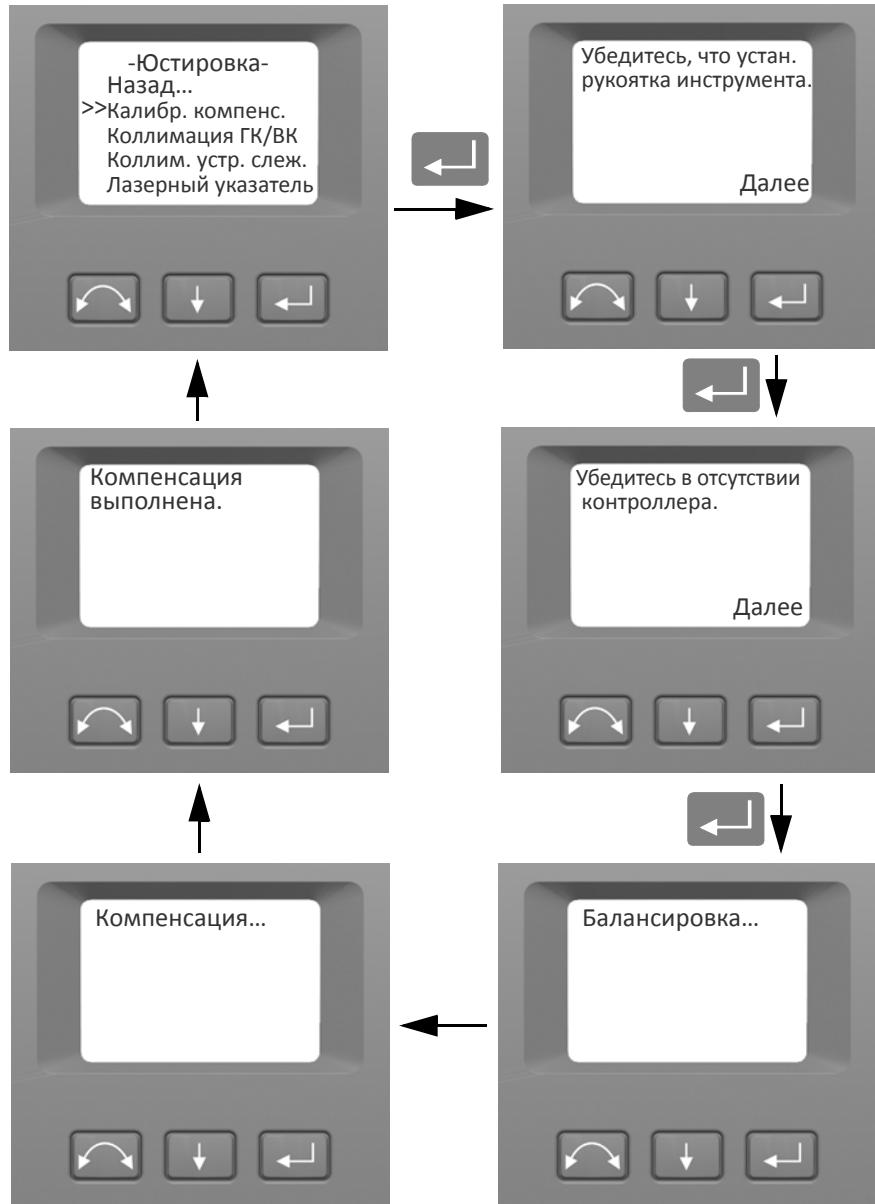

Рисунок 3.3 Процедура калибровки компенсатора
3. Следуйте указаниям на экране. Рисунок 3.3.